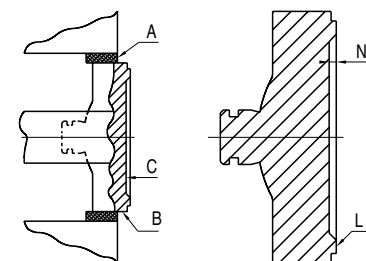

Figure 16
- Prendre le clapet en mandrin 4 mors, en insérant un matériau tendre, tel que le cuivre entre les mors et le clapet (fig. 16).